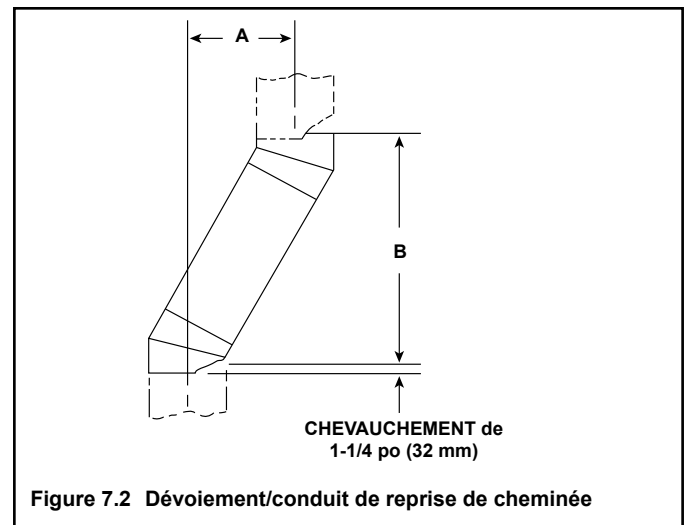

Figure 7.2 Dévoiement/conduit de reprise de cheminée
- Les valeurs indiquent la longueur réelle du conduit (voir figure 7.2).